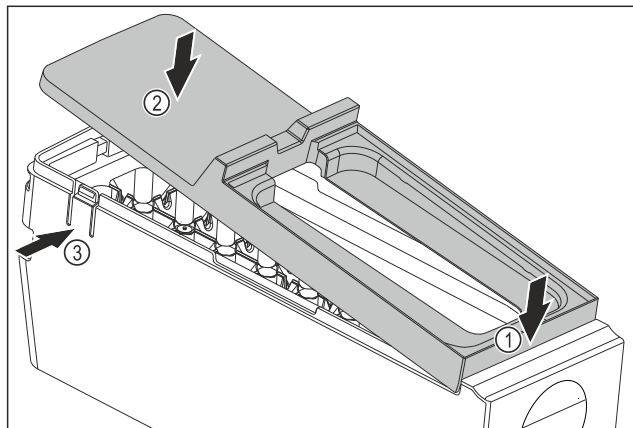

Fig. 96
- Abdeckung des EasyTwist-Ice-Korpus montieren: Abdeckung vorne ansetzen. Fig. 96 (1)
- Abdeckung hinten absenken. Fig. 96 (2)
- ▷ Abdeckung rastet hörbar in beiden Laschen Fig. 96 (3) ein.